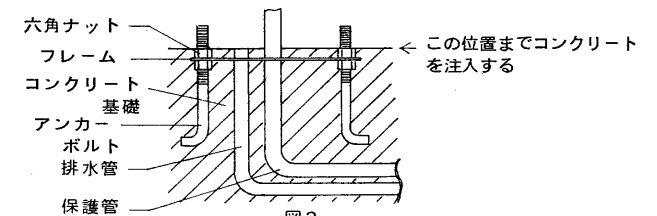

図2
- コンクリート施工は六角ナット上部と平らになるように行ってください。(図2)